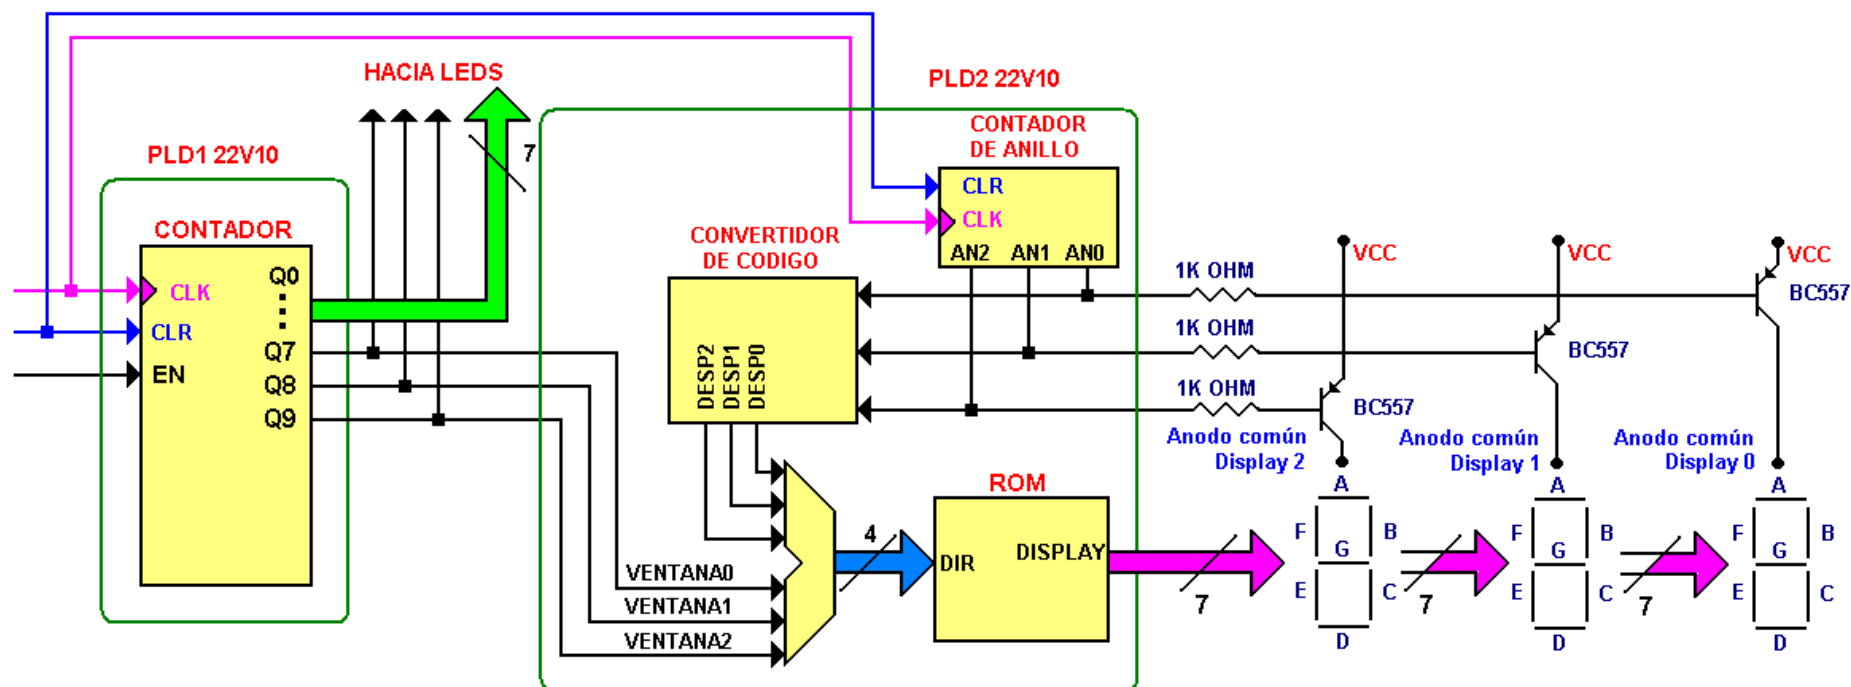

Ilustración 4 Microarquitectura 3 del diseño a realizar.
**1C.** Realizar el programa de la microarquitectura mostrada en la ilustración 4. Este diseño consiste de un contador de 10 bits que se encuentra en el SPLD1. Este contador usa sus 3 bits más significativos para proporcionar la dirección a la memoria ROM que se encuentran en el SPLD2.